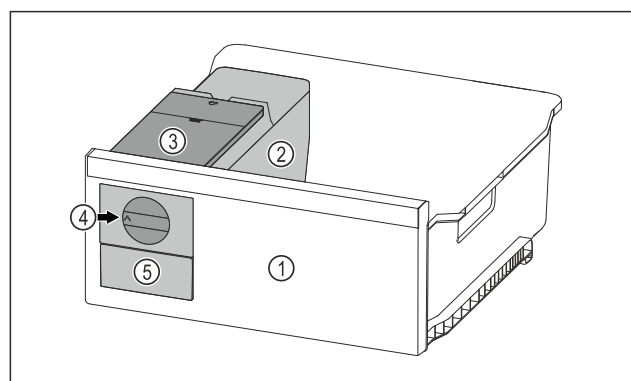

Fig. 84 Immagine a titolo di esempio
- Ruotare la manopola Fig. 84 (4) verso destra finché non si arresta.
- ▷ I cubetti di ghiaccio cadono dalla ciotola dei cubetti di ghiaccio nel cassetto dei cubetti di ghiaccio Fig. 84 (5). Se non tutti i cubetti di ghiaccio fuoriescono dalla ciotola dei cubetti di ghiaccio: